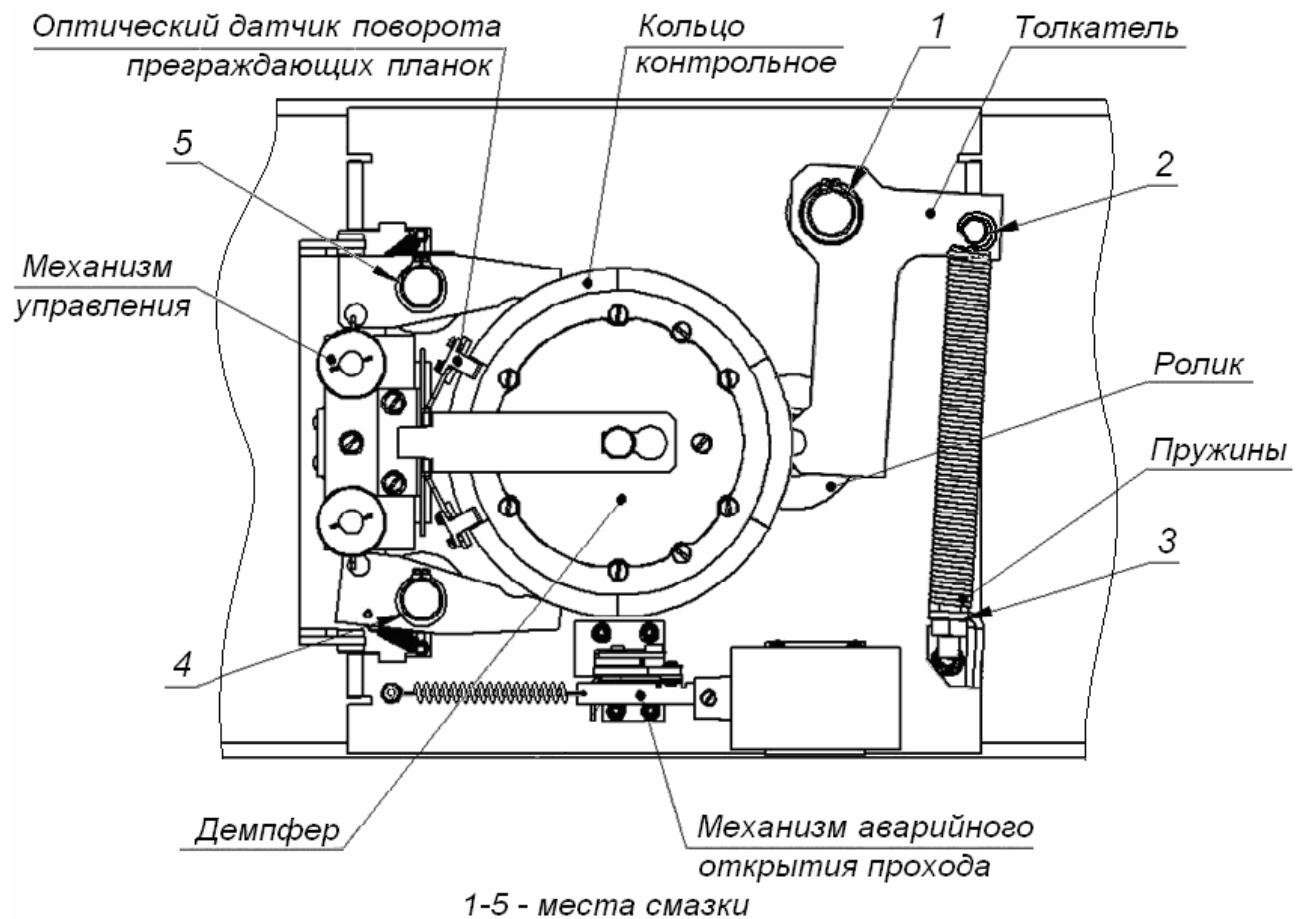

Рисунок 15. Расположение внутренних деталей и узлов стойки ЭП
4. Снимите крышку (3) в порядке, указанном в разд. 6. и положите ее на ровную устойчивую поверхность.
5. Осмотрите устройство поворота (толкател, пружины и ролик), оптические датчики поворота преграждающих планок и демптирующее устройство (см. рис. 15).
- смазкой **Chain and Rope Lube Spray - WEICON** оси вращения рычага толкателя (1, рис. 15) ролика и стопоров (4, 5, рис. 15);
- смазкой ШРУС-4 точки крепления пружин поворота (2, 3, рис. 15),
12. Проверьте крепление преграждающих планок (4) в шарнирных узлах турникета и, при необходимости, подтяните крепежные винты.
14. Установите на место крышку (3) и зафиксируйте ее винтом.